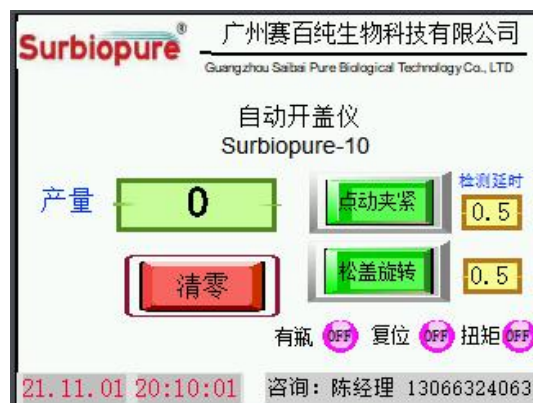

图 1
- (1) 机器放入指定的工作位置后，请尽量保持整机水平放置；
- (2) 机械调整完毕后，接通 220V、50/60HZ 电源；
- (3) 当上述几步均准备好后，将（电源开关）按下，即打开电源。
- (4) 开机后触摸屏幕显示，进入界面后，会出现图 1 的画面。相应选择语言进入主界面